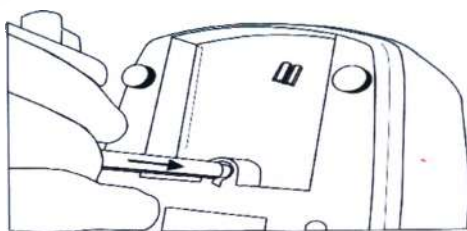

Рис.2.
4. Вставьте ключ через отверстие в основании устройства, как показано на рис. 2.